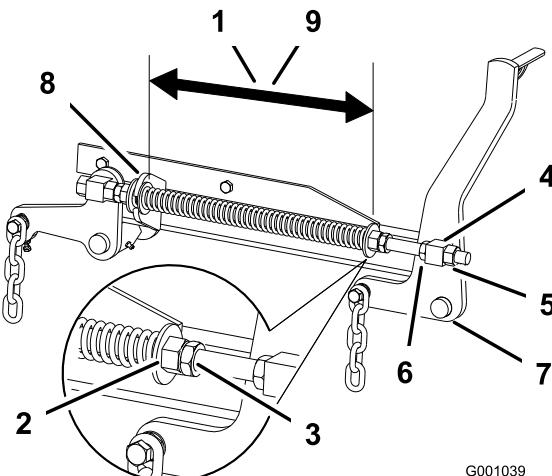

Figure 74
2. Vérifiez que les deux grandes rondelles sont espacées de 28,2 cm pour les plateaux de coupe de 52 pouces, et de 26,7 cm pour les plateaux de coupe de 60 pouces (Figure 74).
3. Réglez cette distance en desserrant lécrou de blocage du ressort et en tournant lécrou devant chaque ressort (Figure 74). Tournez lécrou dans le sens horaire pour raccourcir le ressort, et dans le sens inverse pour l'allonger.
4. Bloquez lécrou en position en serrant lécrou de blocage du ressort (Figure 74).